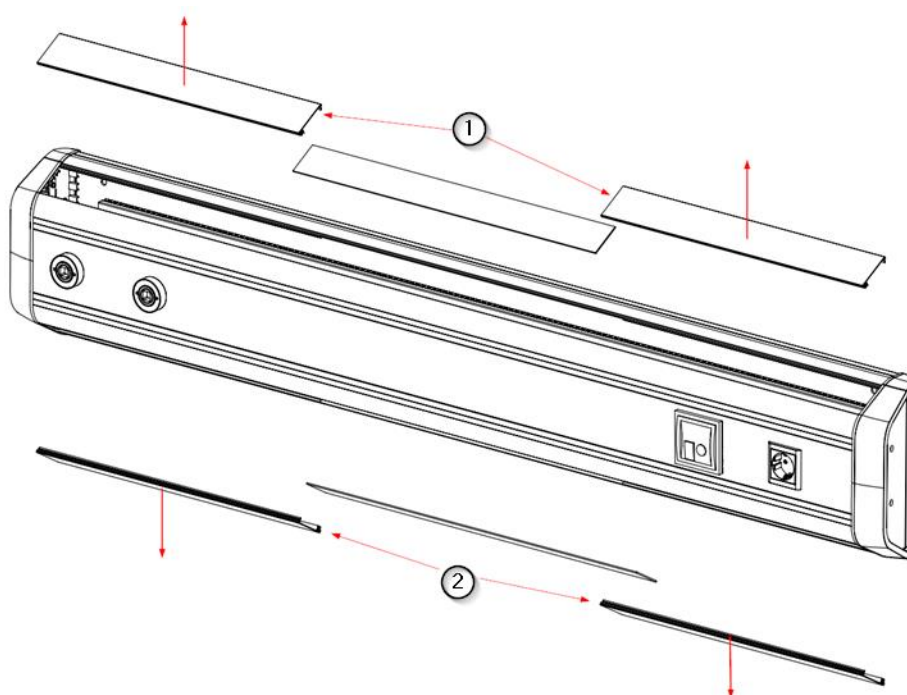

Fig.4 Démontage des couvertures supérieure et inférieure
- Retirez les couvercles supérieur ① et inférieur ② comme indiqué dans la figure 4 et laissez-les en lieu sûr.